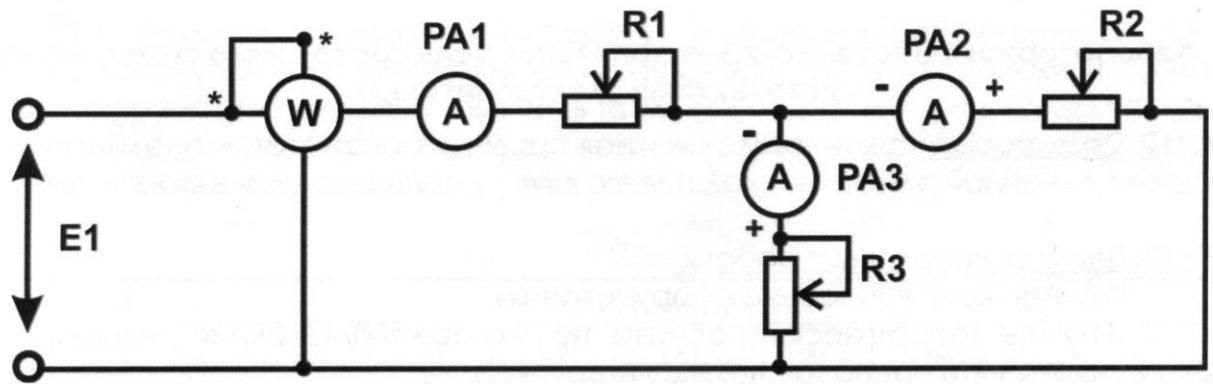

Рис. 3.3 Изучение линейной электрической цепи постоянного тока со смешанным соединением элементов.
3.1. Собрать линейную цепь со смешанным соединением резисторов (рис. 3.3). Установить значения номинальных сопротивлений резисторов R1-R3 блока «Сопротивления добавочные» в соответствии с заданным вариантом (табл. 3.1).